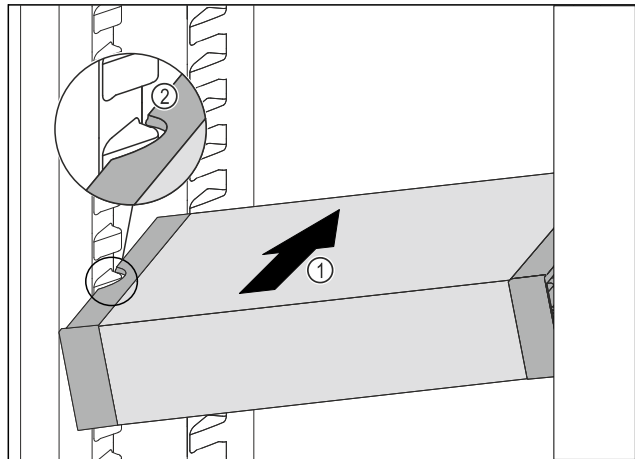

Fig. 54
- ▶ Вставити VarioSafe під кутом в охолоджувальне відділення Fig. 54 (1), доки бокові поглиблення Fig. 54 (2) VarioSafe не будуть на рівні ребра для резервуара в охолоджувальному відділенні.